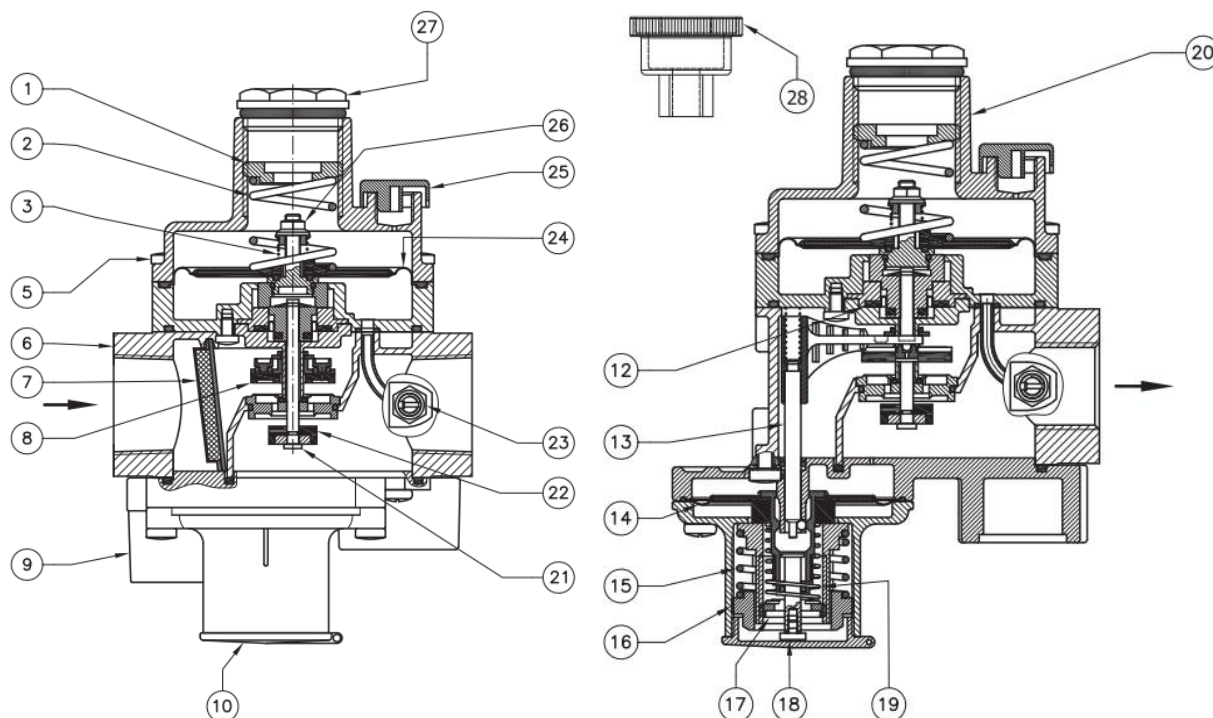

Рис. 1
Регулятор (рис. 1) состоит из: винт настройки выходного давления (1); пружина настройки выходного давления (2); пружина сбросного клапана (3); винты (5); корпус регулятора (6); фильтрующий элемент (7); затвор ПЗК (8); колпачок ПЗК (10); мембрана компенсационная (12); рычаг взвода ПЗК (13); мембрана ПЗК (14); пружина ПЗК избыточного давления (15); винт настройки ПЗК избыточного давления (16); винт настройки ПЗК недостаточного давления (17); шток взвода регулятора (18); пружина ПЗК недостаточного давления (19); воронка (20); рабочий шток (21); obturator (22); штуцер отбора выходного давления (23); рабочая мембрана (24); пылезащитный колпачок (25); винт настройки сбросного клапана (26); колпачок регулятора (27); ключ для настройки (28).